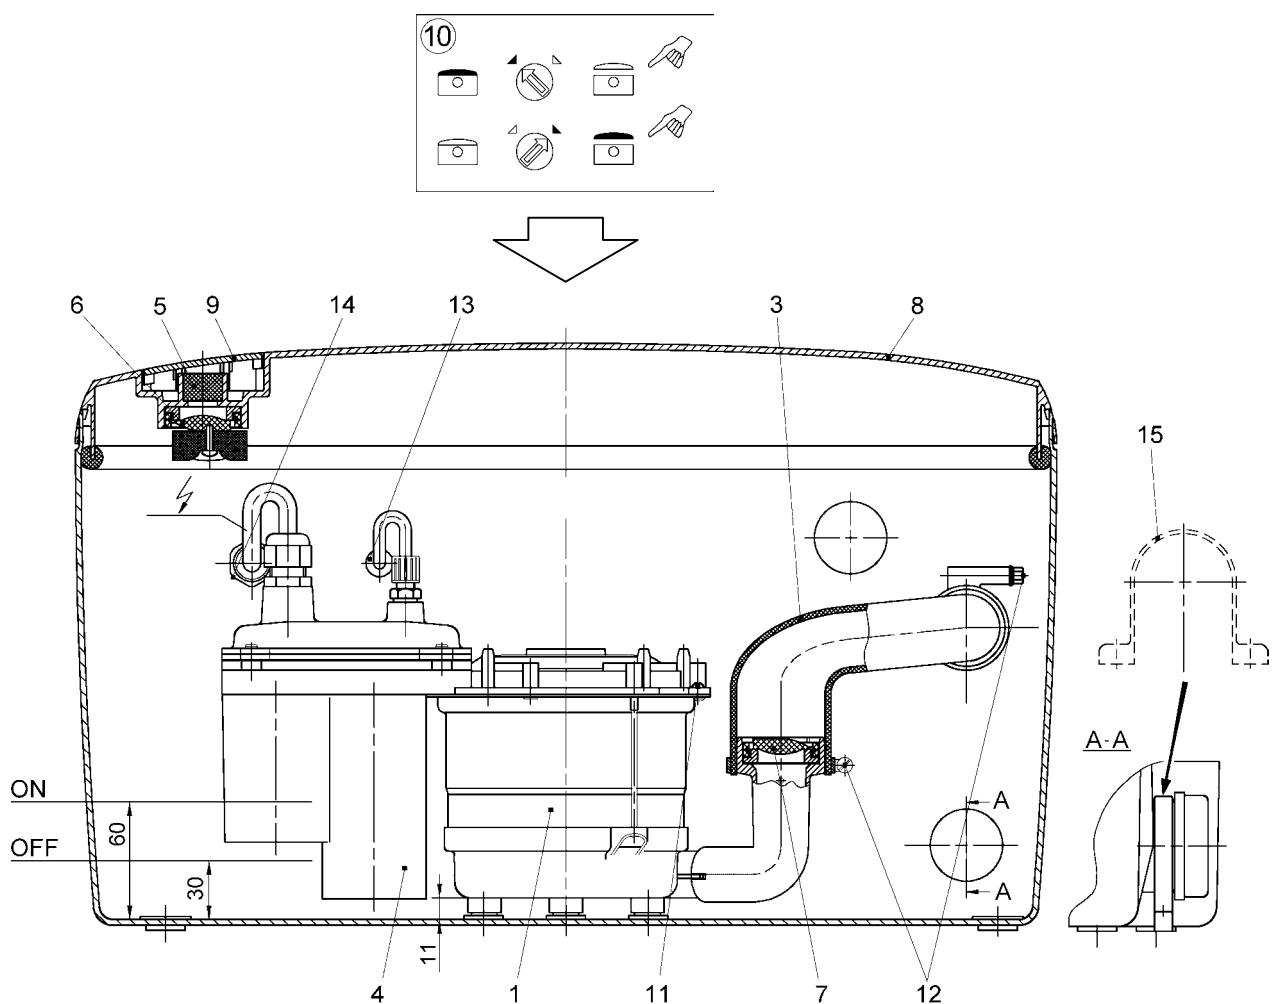

РИС. 1
Автоматическая установка для отвода сточных вод (рис. 1) состоит из герметичного водонепроницаемого пластикового резервуара, который размещается на полу, например, под умывальником, в который встроен насос (рис.1, поз.1) с герметичным мотором. Мотор отделен от насосной части двойным уплотнением.
Вмонтированный выключатель (рис.1, поз. 4) включает и выключает установку в зависимости от уровня жидкости в резервуаре.
Вентиляция резервуара и удаление воздуха из него может осуществляться через встроенный в установку фильтр с активированным углем (рис. 1, поз. 5) в помещение где размещена установка или через специально присоединяемую вентиляционную линию на крышу дома. Для того чтобы при прекращении работы насоса и повышающемся уровне жидкости в резервуаре, он не достиг фильтра с активированным углем, в установку встроен дополнительный обратный клапан (рис. 1, поз. 6). Трубка для удаления сточных вод из резервуара также имеет обратный клапан (рис.1, поз.7).
- Если вентиляция осуществляется не через встроенный в прибор фильтр с активированным углем, а через вентиляционную линию в крыше, то необходимо удалить крышку (рис. 1, поз. 9) и вставить вентиляционную трубу
(рис. 2, поз. 2, внутренний диаметр 25 мм, стандартная ПВХ труба) через эластичную часть шланга на патрубок. Фильтр с активированным углем (рис. 1, поз. 5) может быть удален.
- Предохранять установку от ударов и перемещений. Для этого надвинуть прилагающуюся зажимную скобу (рис. 1, поз. 15) на патрубок подающей линии и закрепить на полу с помощью винтов и дюбелей.
7.1 Чистка установки (рис. 1)
- Снять крышку (рис.1, поз.8), повернув рукоятку (рис. 1, поз. 10) и нажав на три защелкивающихся крючка (сбоку и спереди).
7.2 Демонтаж насоса (рис.1)
- Отвинтить зажимные скобы шланга (рис. 1, поз. 12) отводной трубы.
- Отвинтить резьбовое соединение вентиляционной трубы (рис. 1, поз. 13) у стенки резервуара и снять ее.
- Отвинтить PG - резьбовое соединение (рис. 1, поз.14) у стенки резервуара и протянуть к внутренней стороне резервуара.